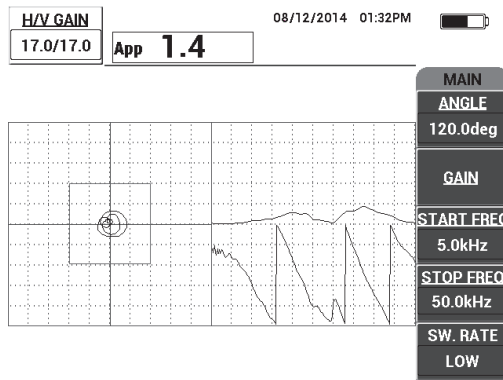

Figura 6-57 Il tracciato tra due frazioni
1. Posizionare l'estremità della sonda su una zona priva di difetti del campione, premere il tasto **GAIN (dB)** ed in seguito regolare il **GUAD.** fino a quando il tracciato si posiziona tra due frazioni all'interno della finestra di allarme (vedere Figura 6-57 a pagina 180).